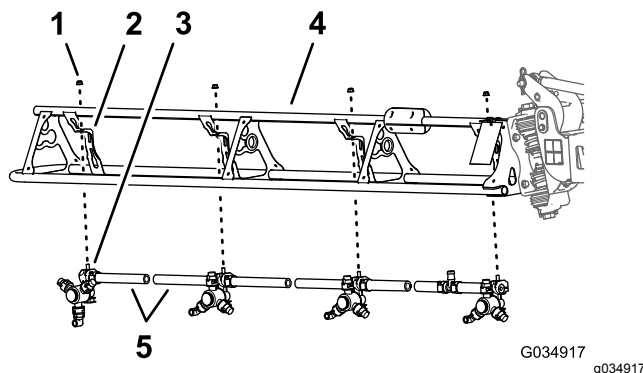

Figura 67
1. Nella sezione della barra esterna, tagliate il flessibile tra i 2 ugelli dell'irroratrice (Figura 67).
2. Rimuovete il dado di bloccaggio flangiato (5/16") che fissa l'ugello dell'irroratrice al supporto dell'ugello (Figura 67).
5. Nella sezione della barra centrale, tagliate il flessibile tra i 2 ugelli dell'irroratrice (Figura 67).